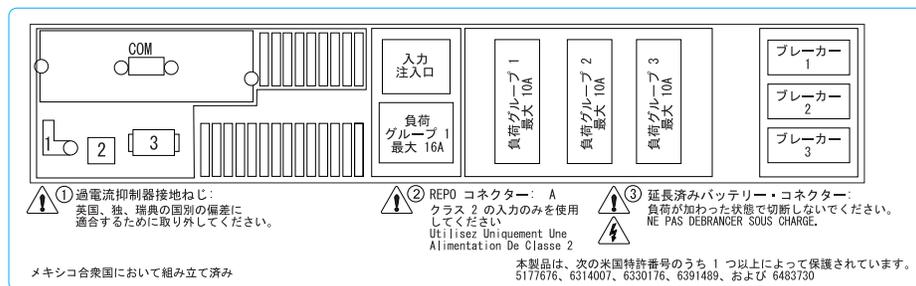

図 7. 背面パネル構成ラベル
2. 背面パネル構成。 xvii ページの図7を参照。これは、SAN ボリューム・コントローラーの電源機構のカバーに取り付けられています。